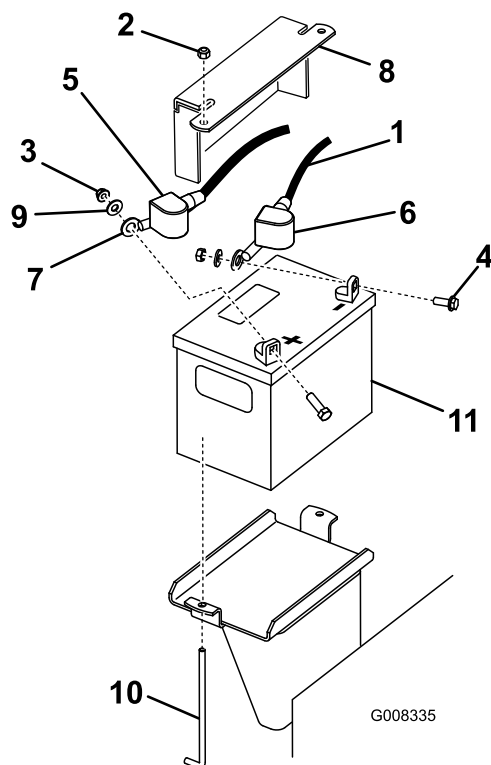

Bild 39
3. Nehmen Sie die Gummiabdeckung vom Minuskabel ab. Klemmen Sie zunächst das Minuskabel vom Minuspol (-) der Batterie ab (Bild 39).
4. Schieben Sie die rote Polkappe vom Pluspol (rot) der Batterie ab, und klemmen Sie das Pluskabel (rot) ab (Bild 39).
5. Entfernen Sie die Befestigungsplatte, die J-Schrauben und die Sicherungsmuttern, mit denen die Batterie befestigt ist (Bild 39) und nehmen sie heraus.
1. Setzen Sie die Batterie in die Maschine (Bild 39).
3. Klemmen Sie zunächst das (rote) Pluskabel am Pluspol (+) der Batterie mit einer Mutter, Scheibe und Schraube an (Bild 39). Schieben Sie die Gummiabdeckung über den Batteriepol.
4. Klemmen Sie dann das Minuskabel und Erdkabel am Minuspol (-) der Batterie mit einer Mutter, Scheibe und Schraube an (Bild 39). Schieben Sie die Gummiabdeckung über den Batteriepol.